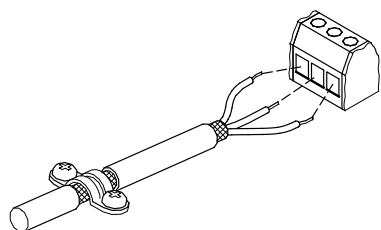

Fig. 16 Câble dénudé avec blindage et connexion fils
- Le blindage des câbles doit être correctement connecté à la masse aux deux extrémités. Le blindage doit être le plus proche possible des bornes, voir fig. 16.